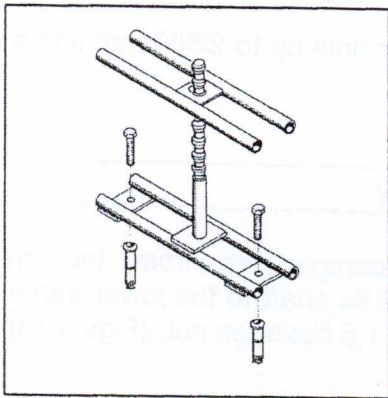

Abb. 5 / fig. 4
b) bei mobilem Einsatz muss der Felgenwächter mittels einer Kette, die z.B. um die Welle geschlungen wird, an einem feststehenden Gegenstand mit ausreichender Festigkeit gesichert sein. (Abb. 5)